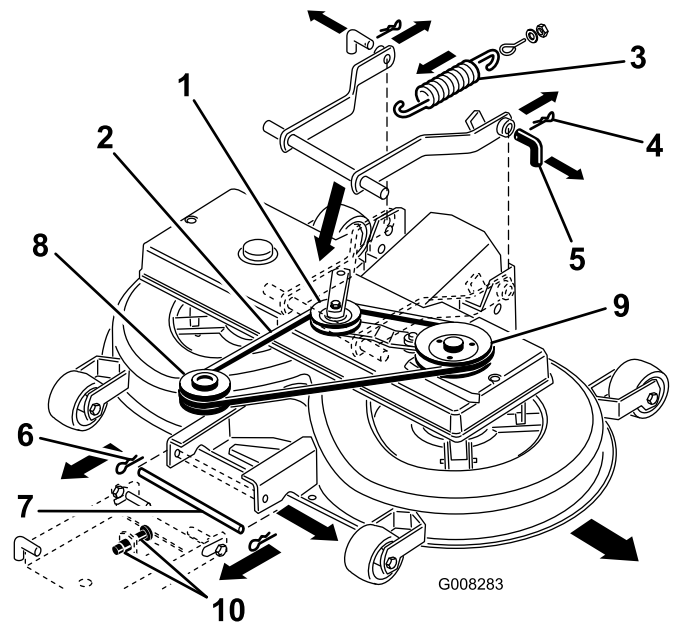

Bild 43
2. Entfernen Sie den Keilriemen und den Antriebsarm (Bild 43).
8. Ziehen Sie den Spannarm nach innen. Nehmen Sie den Keilriemen von der Scheibe ab (Bild 43).
9. Nehmen Sie die Feder vom Schalthebel ab (Bild 43).
11. Entfernen Sie die zwei Splintclips von den zwei hinteren Stiften und nehmen Sie die Stifte ab (Bild 43).
12. Entfernen Sie den Splintclip vom vorderen Stift und nehmen Sie den Stift ab (Bild 43).
13. Entfernen Sie den Keilriemen von der Motorscheibe (Bild 43).
7. Drehen Sie den unteren Stift der Einstellung für die vordere Aufhängung in die untere Stellung der geschlitzten Löcher. Stellen Sie hierfür die 2 Muttern (M12) an der vorderen Aufhängung ein (Bild 43).